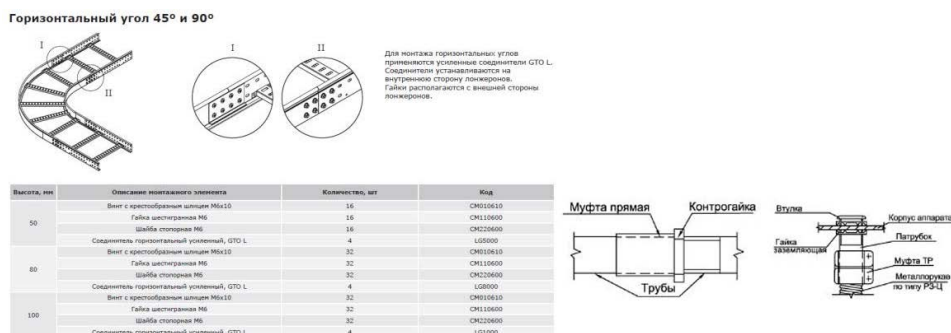

Рисунок 7 — Элементы КНС, детализированный подсчёт которых реализовать не возможно (а, б, в)
- отсутствие возможности назначения одному элементу КНС нескольких деталей, в связи с чем невозможно получать детализированные спецификации по лоткам с разнообразными элементами крепления, например ЗАО «ДКС» (рис. 7 — а), крепления труб с другими трубами, шкафчиками и т.п. элементы состоящие из нескольких элементов (рис. 7 — б, в)